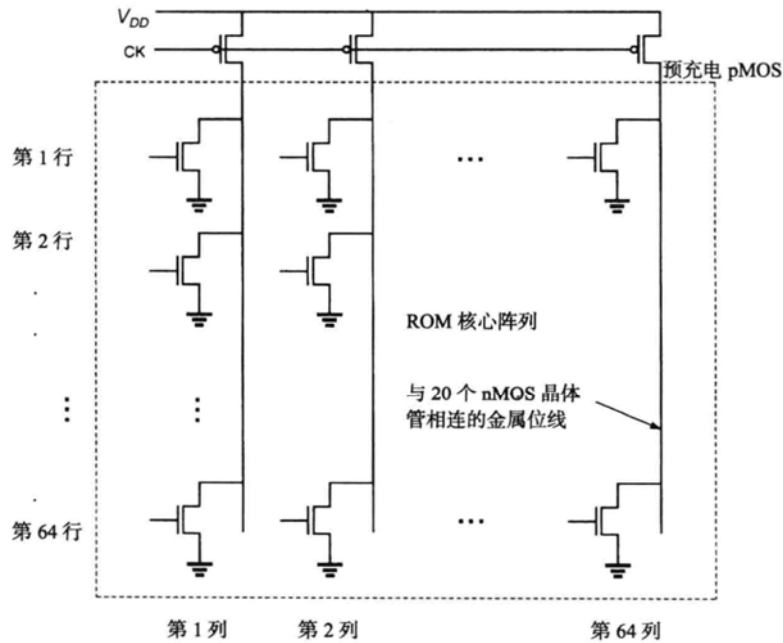

图 P10.3
- 10.3 图 P10.3 为一个动态 CMOS 只读存储器 (ROM)，其核心阵列由间距为 $12 \mu\text{m}$ 的 64 行及间距为 $10 \mu\text{m}$ 的 64 列组成。在时钟零相位期间，每列通过一个 pMOS 晶体管被预充电到 5 V，另外，当时钟信号变为 5 V 时，每列的电压被相应行上的一个或多个带高栅极输入的 nMOS 管下拉 (即存储器用 NOR 实现)。所有 nMOS 管的沟道宽度 $W = 4 \mu\text{m}$ ，源/漏长 $Y = 5 \mu\text{m}$ 。